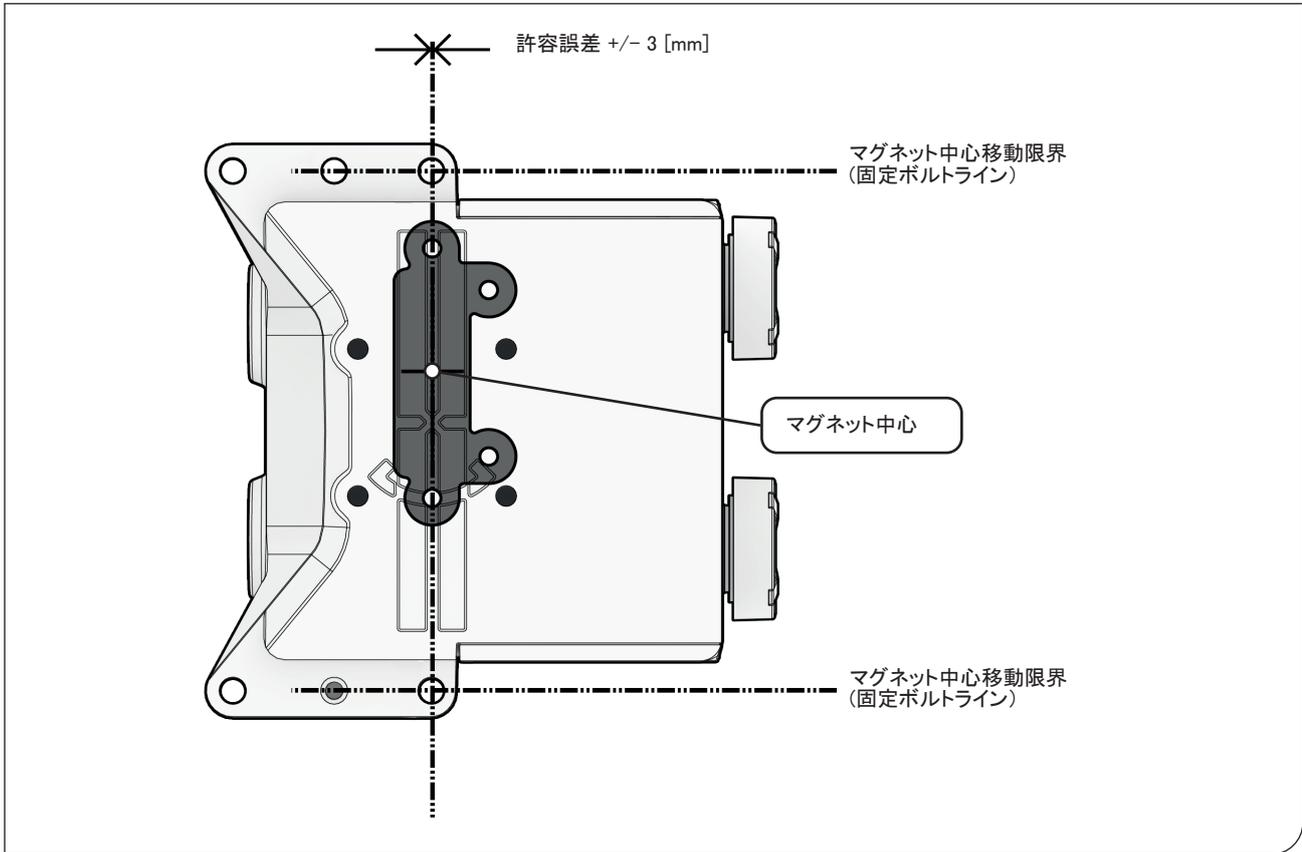

図 23.
3. マグネットと装置の底部との間の距離は、±3mmの許容誤差で4.5mm(1.5~7.5mm)とします。図23を参照。